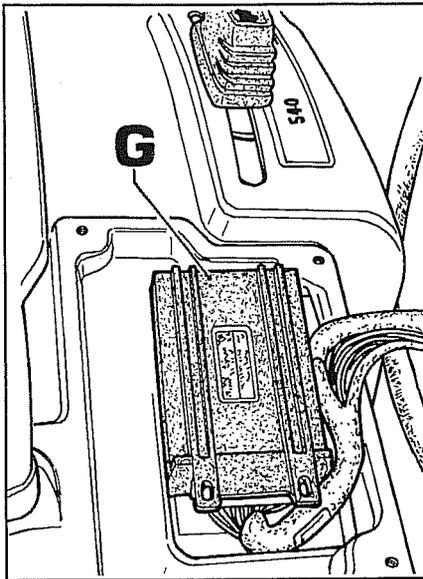

Fig. 45
1. Para efectuar este tipo de control es necesario acceder a la central **G** fig. 45 situada bajo la caja soporte reóstatos, luego separarla del guardabarros ya que está posicionada con cinta bi-adhesiva.